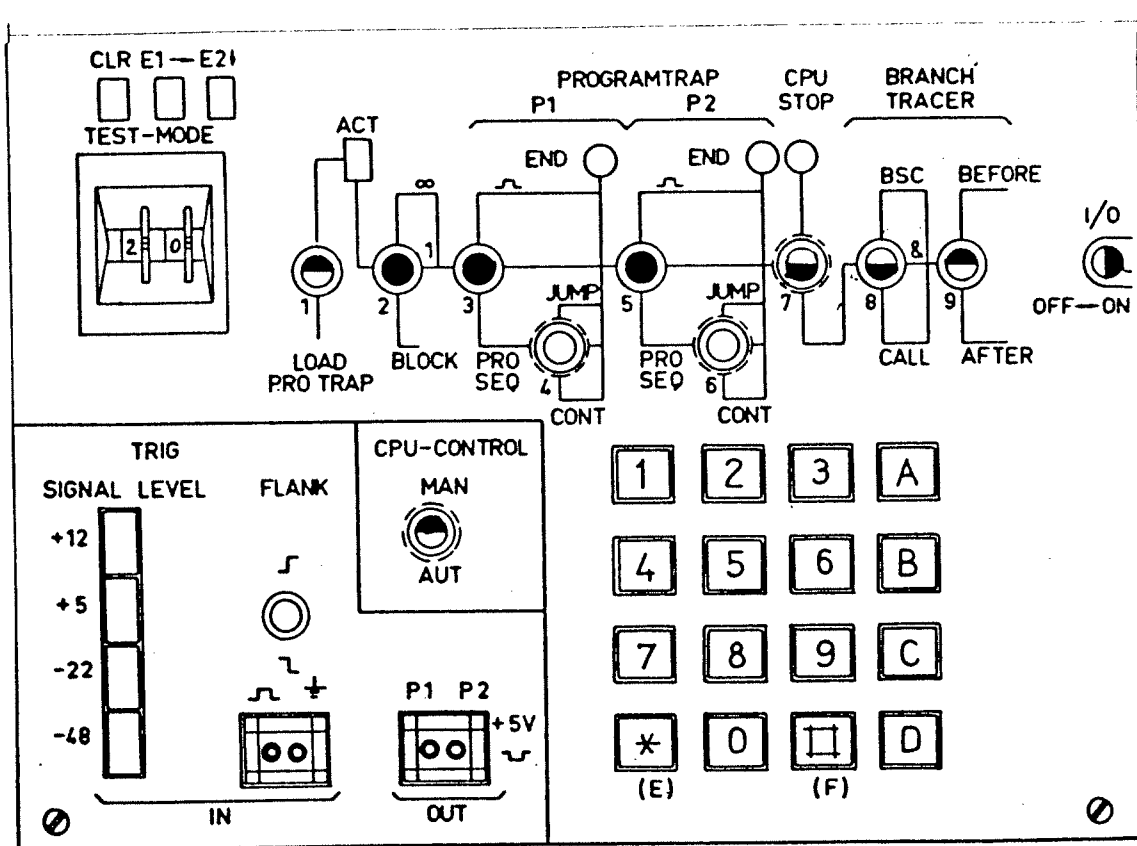

Bild 7. Inställning av omkastare på IOU-panelen
- Ställ in övriga omkastare på IOU-panelen enligt bild 7.